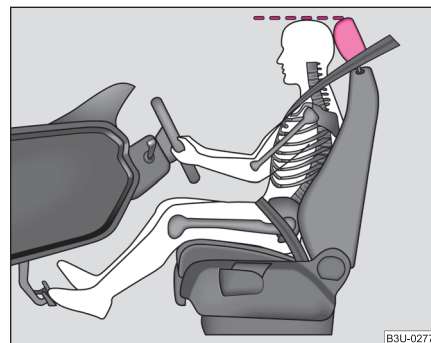

Fig. 117 Reglarea corectă a înălțimii tetierei
- Reglați tetierele astfel încât marginea superioară a tetierei să se afle la aceeași înălțime cu partea superioară a capului dvs. ⇒ **fig. 117**.
- Reglați tetierele astfel încât marginea superioară a tetierei să se afle la aceeași înălțime cu partea superioară a capului dvs. ⇒ pagina 143, fig. 117.
- Reglați tetierele astfel încât marginea superioară a tetierei să se afle la aceeași înălțime cu partea superioară a capului dvs. → pagina 143, fig. 117.